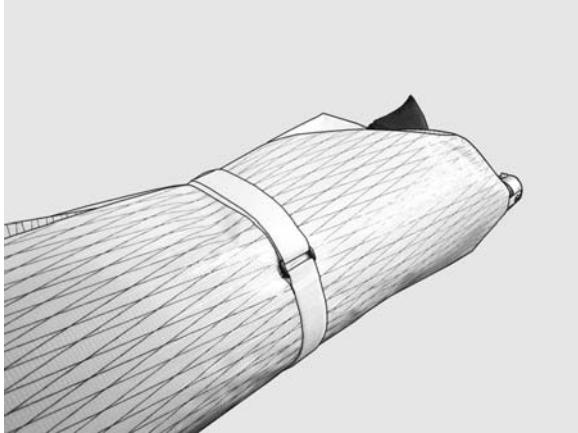

Рисунок 32
16. Установите еще однустяжную ленту на дельтаплан перед трапецией, уложив носовой капот внутрь пакета между полукрыльями. (Рис. 32). Установите оставшиеся стяжные ленты на дельтаплан.